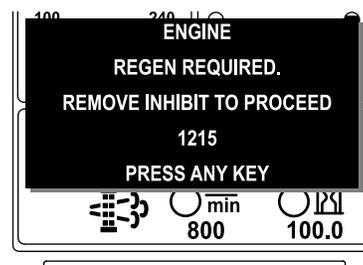

Рисунок 42
**Примечание:** Если вы установите в инфо-центре запрет регенерации, на экране через каждые 15 минут будет отображаться ИНФОРМАЦИОННОЕ СООБЩЕНИЕ № 1215 (Рисунок 42), и двигатель будет запрашивать регенерацию со сбросом.